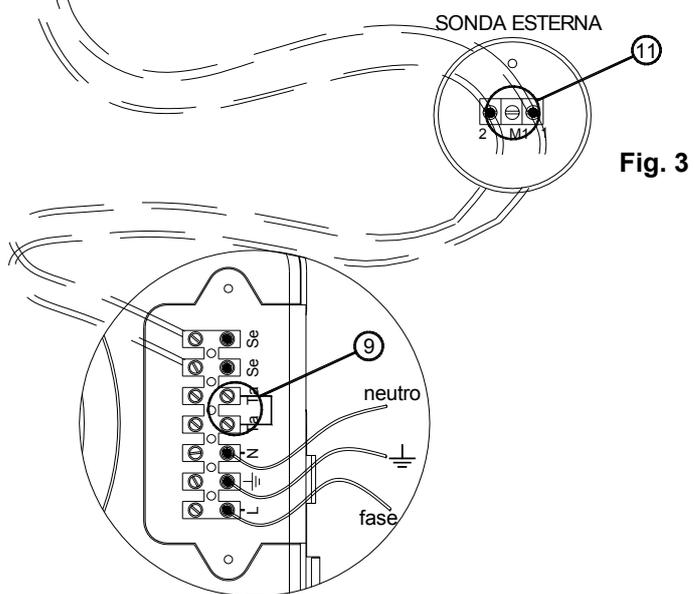

Fig. 3
- f. posizionare l'interfaccia del controller remoto sulla scheda elettronica di modulazione (fig. 3) mediante una lieve pressione facendo corrispondere i quattro piedini ai rispettivi fori della scheda (fori A e B).